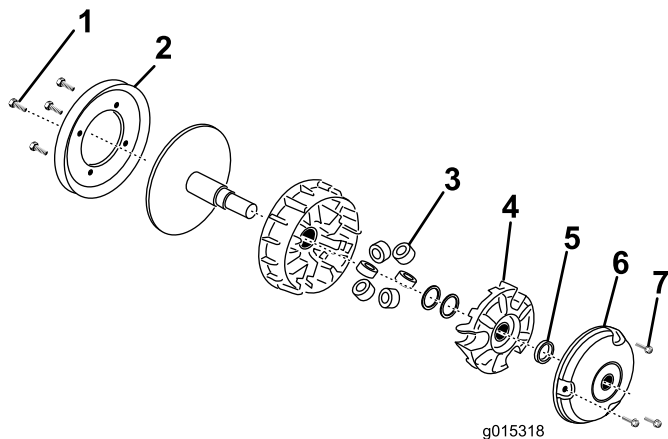

Figura 7
1. Posizionate la frizione sotto l'impianto di scarico lato guidatore del vano motore (Figura 7).
3. Togliete i 4 bulloni che fissano la puleggia sulla parte posteriore della frizione (Figura 7).
6. Togliete i 3 bulloni di fissaggio del coperchio (Figura 7).
7. Estraete il tassello del limitatore e riponetelo per il rimontaggio (Figura 7).
8. Utilizzate l'apposito attrezzo di rimozione (TOR6016A) per togliere l'armatura, ruotando in senso antiorario (Figura 7).
9. Togliete i 6 rulli e sostituiteli con i nuovi rulli del kit (Figura 7).